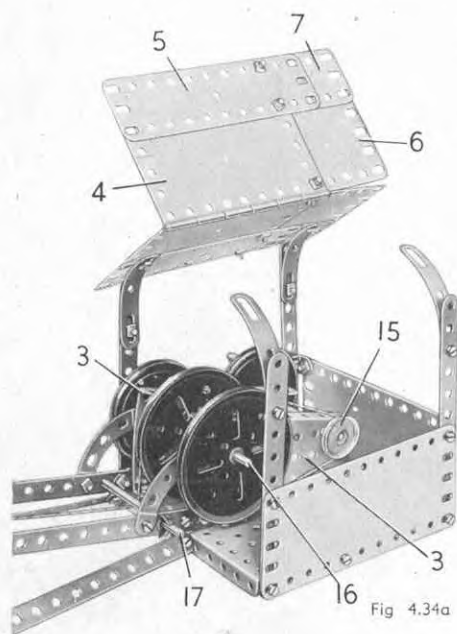

Fig. 4.34a
Le déplacement du chariot est commandé par une manivelle qui porte une poulie de 25 mm. (15) (fig. 4.34a). Cette poulie est reliée par une corde à une poulie de 75 mm. fixée sur une tringle de 10 cm. (16). Une corde attachée à une chape boulonnée sous le chariot passe autour d'une seconde poulie de 75 mm. montée sur la tringle (16) ; elle passe ensuite sous la tringle (17), autour d'une poulie de 12 mm. montée sur la tringle (18) et est enfin attachée à une courroie de transmission de 65 mm. Cette dernière est fixée sur la chape.